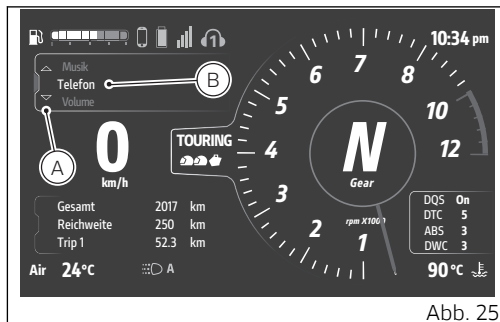

Abb. 25
- Das „Interactive Menu“ (A, Abb. 25) aufrufen. Dazu den Joystick länger anhaltend in die Position ▲ drücken.
- Mit dem Joystick ▲ ▼ die Angabe „Telefon“ (B, Abb. 25) markieren, dann auf ENTER drücken.